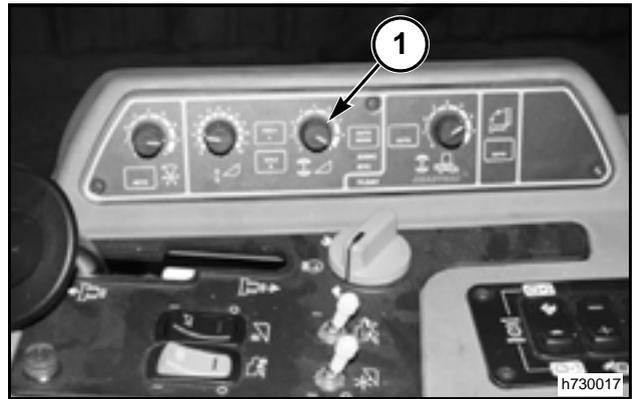

FIG. 105
FIG. 105: Perilla de control de sensibilidad (1) - controla la distancia que la cuchilla de corte debe recorrer hacia arriba y abajo, (en relación a la estructura del cabezal) antes del módulo de control accionar la válvula electro-hidráulica, para elevar o bajar la estructura del cabezal.